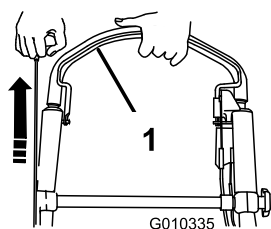

Figura 24
3. Tenete la barra di comando della lama premuta contro la stegola e tirate le maniglia dell'avviatore autoavvolgente (Figura 24).